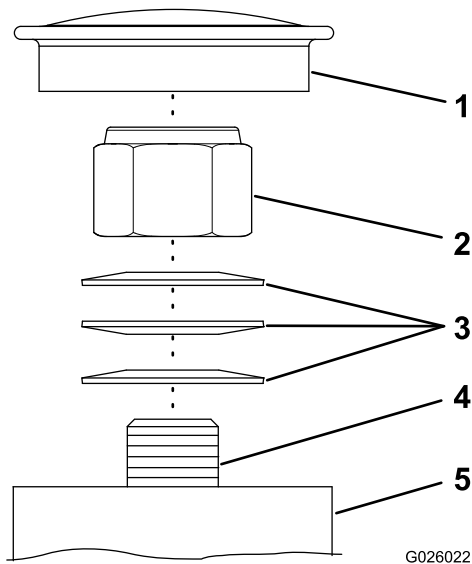

Figura 48
Nota: Si desmonta los cojinetes del pivote de las ruedas giratorias, asegúrese de instalar las arandelas elásticas según se indica en la Figura 48.
1. Retire el tapón antipolvo del buje de la rueda giratoria (Figura 48).
2. Apriete la contratuerca en sentido horario hasta que las arandelas elásticas estén planas (Figura 48).
3. Gire la contratuerca un cuarto de vuelta en sentido antihorario (Figura 48).
4. Coloque el tapón antipolvo (Figura 48).